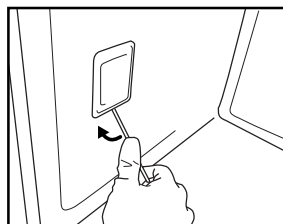

Рис. 7
3. Подденьте крышку лампы (Рис. 7) отверткой.